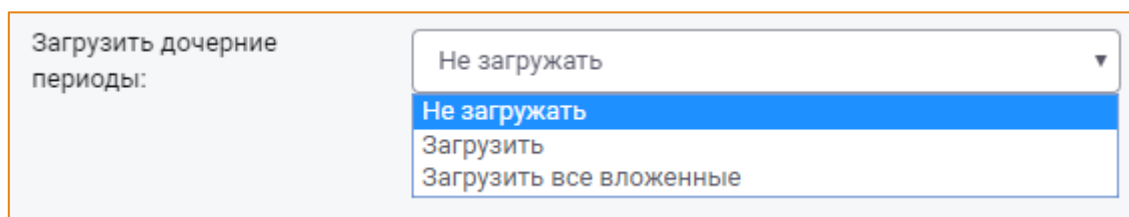

Рис. 151 – Значения раскрывающегося списка
- **Загрузить дочерние периоды.** Поле предназначено для загрузки или отмены загрузки дочерних периодов с помощью выбора одного из значений раскрывающегося списка поля (Рис. 151):